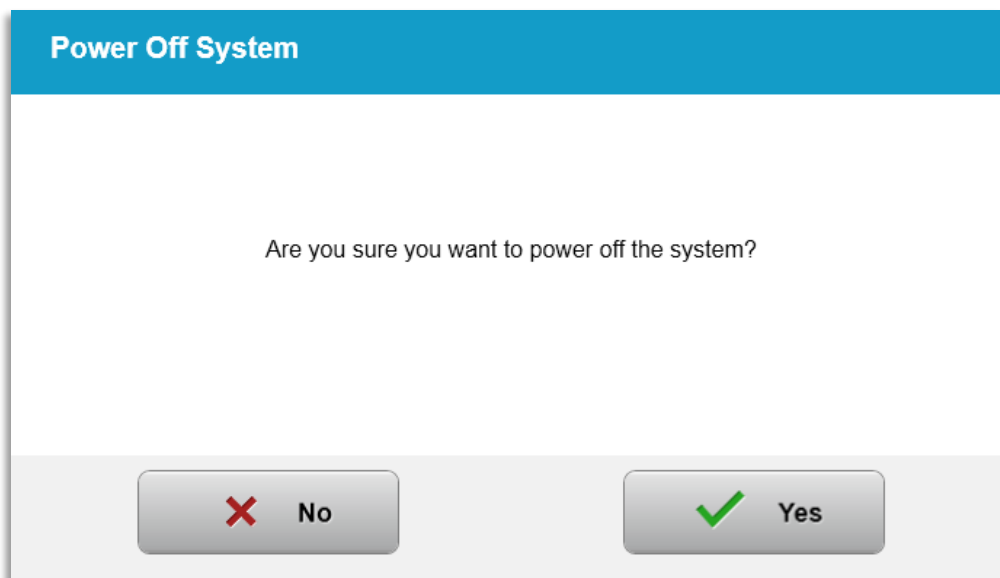

Figure 3-48. Confirmer « Power Off » (Mise hors tension)
- Confirmez la mise hors tension du système en sélectionnant « Yes » (Oui), comme illustré à la figure 3-48.